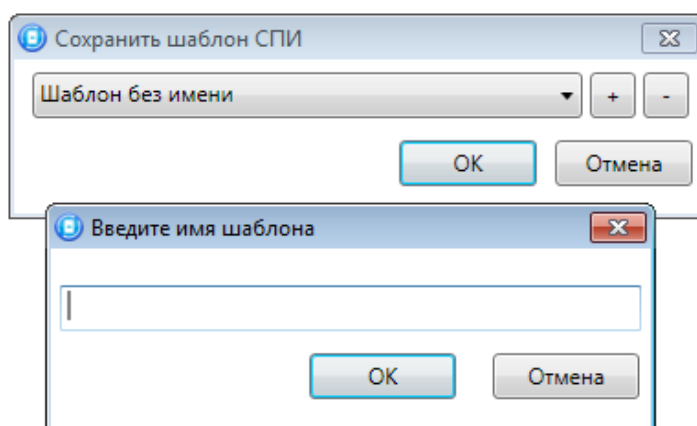

Рисунок 4.47 — Сохранение шаблона
**Сохранить шаблон настроек:** открытие окна *Сохранить шаблон SPI* (см. рисунок 4.47), с помощью которого можно сохранить конфигурацию SPI контроллера в качестве шаблона.